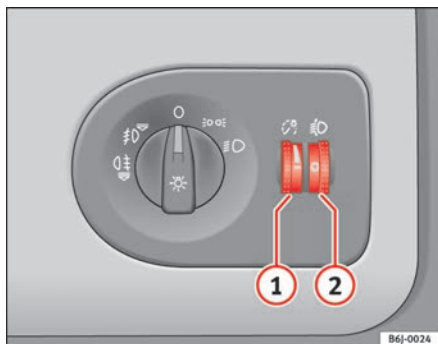

Abb. 51 In der Instrumententafel: Regler für die Instrumenten-/Schalterbeleuchtung und Leuchtweitenregulierung
Bei eingeschaltetem Licht lässt sich die Helligkeit der Instrumenten- und Schalterbeleuchtung durch Drehen des Rändelrades ⇒ Abb. 51 ① stufenlos regulieren.